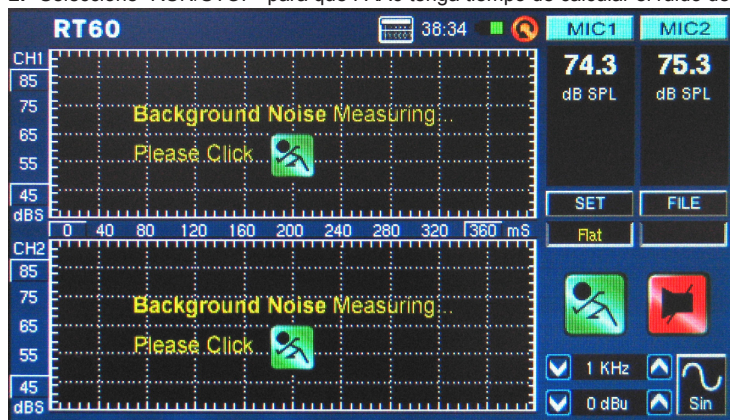

figura 37
2. Seleccione "RUN/STOP" para que PAA6 tenga tiempo de calcular el ruido de fondo (figura 37).